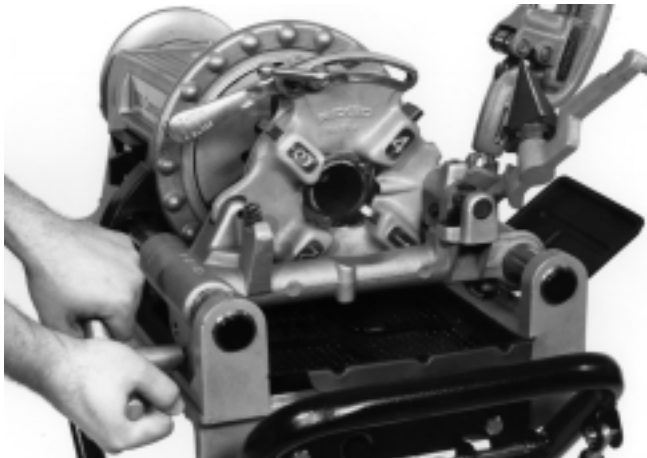

Figure 10 – Filetage des tuyaux à l'aide de la tête de filière à ouverture rapide n° 811-A
5. Tournez le volant du chariot afin d'amener les filières contre l'extrémité du tuyau. Une légère pression sur le volant engagera les filières (*Figure 10*).